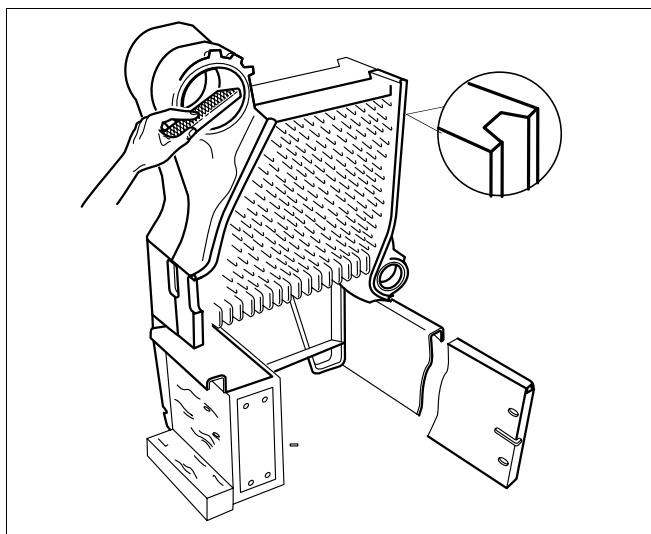

Fig. 7 Limage
- Limer les bavures éventuelles sur les moyeux (fig. 7).
- Vérifier l'état des nipples et limer les bavures éventuelles (selon la fig. 7).
- Limer les bavures éventuelles sur les moyeux (selon fig. 7).